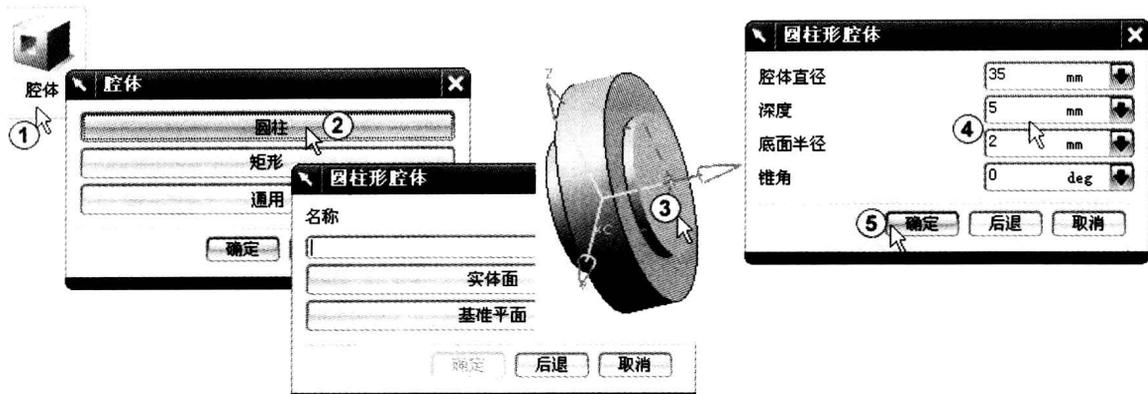

图 1-13 创建腔体 1
(1) 建立腔体 1。在“特征”工具栏中单击“腔体”图标按钮，如图 1-13 中①所示。系统弹出“腔体”对话框，要求选择腔体类型，单击“圆柱”图标按钮，如图 1-13 中
②所示。系统弹出“圆柱形腔体”对话框，要求选择放置面，移动鼠标选择如图 1-13 中③所示的面作为腔体放置面。输入圆柱形“腔体直径”为 35，“深度”为 5，“底面半径”为 2，“锥角”为 0，如图 1-13 中④所示。单击“确定”图标按钮 。